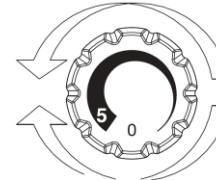

Fig. 2
• Reglarea temperaturii ambelor compartimente se realizează prin rotirea butonului termostatului (Fig. 2).